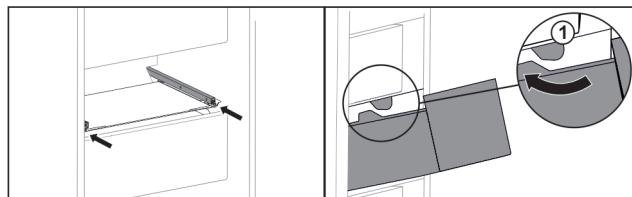

Fig. 149
- ▶ Обведите выдвижной ящик вокруг стопора Fig. 149 (1).